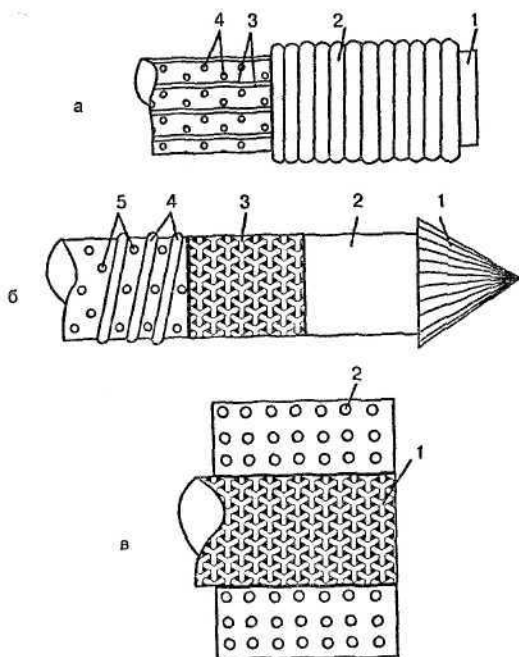

Рис. 10. Фильтры:
Для нормальной работы скважины следует правильно установить в ней фильтр. Фильтры (рис.10) обязательно должны быть в буровых
- *для улучшения фильтрации* перфорированные дырчатые или щелевые фильтры обматывают сверху проволокой (*рис. 10а*). При этом на поверхности трубы по ее длине приваривают через 20-30 мм стальную проволоку диаметром 3-4 мм. Затем вплотную друг к другу навивают стальную оцинкованную или медную проволоку диаметром 1,5-2 мм на всю длину перфорированной трубы;
- *широко применяются сетчатые фильтры* (*рис. 10б*) для улавливания песков и взвесей в воде. Сетка, применяемая для сетчатых фильтров, изготавливается из медной или латунной проволоки и имеет отверстия диаметром от 0,1 до 0,5 мм. Чем меньше отверстия сетки, тем чище получается отфильтрованная вода. На перфорированную трубу вначале наматывается опорная проволока
- *гравийные фильтры (рис. 10 в)* бывают нескольких типов. Самый простой: гравий засыпают в скважину после ее устройства. Но сначала в скважину опускают дырчатую трубу или сетчатый